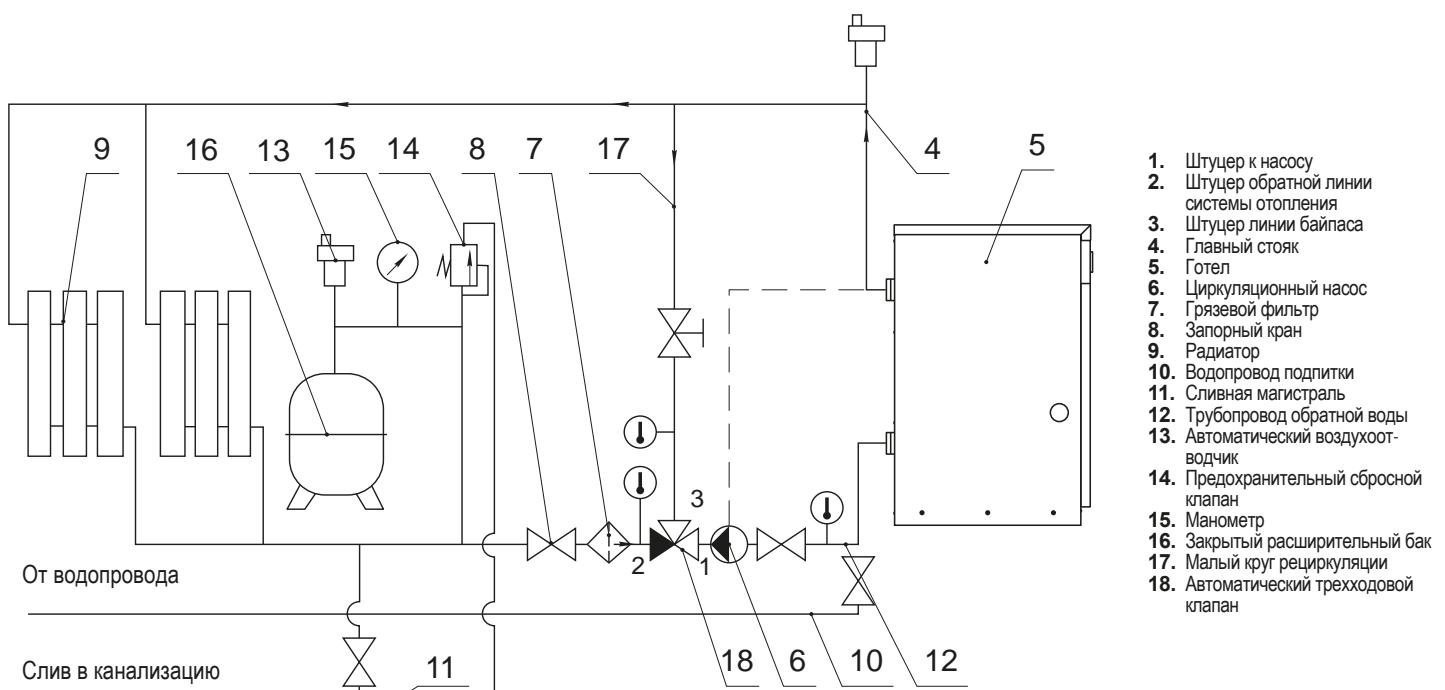

рис. 9 – Рекомендуемая гидравлическая схема закрытой системы отопления с циркуляционным насосом
- 5.9 При использовании закрытой системы отопления (см. рис. 9) необходимо предусмотреть установку предохранительного сбросного клапана на давление не более 3 кг/см² и манометр для контроля давления теплоносителя.